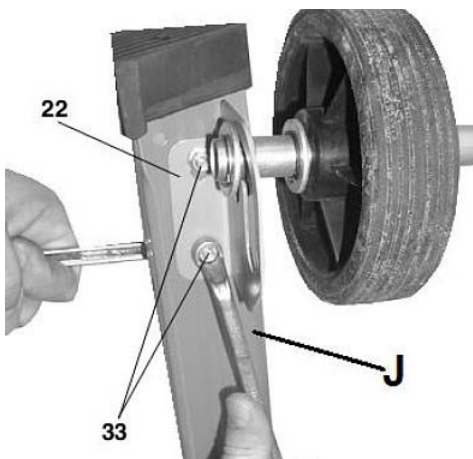

Fig. 6 : Montage des roues
- Figure 6 : Fixez les supports pour les roues (22) au moyen de 4 vis (33) à l'intérieur des pieds arrière (J). Retournez la scie et mettez-la sur ses pieds.